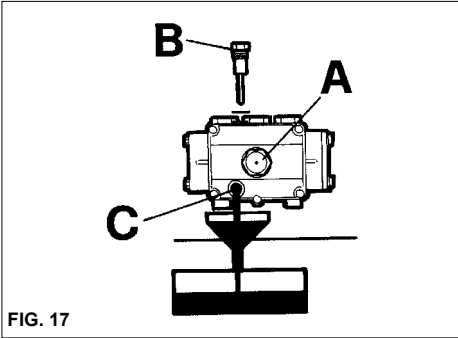

FIG. 17
- 2) Skruva ur locket med oljesticken (fig. 17).